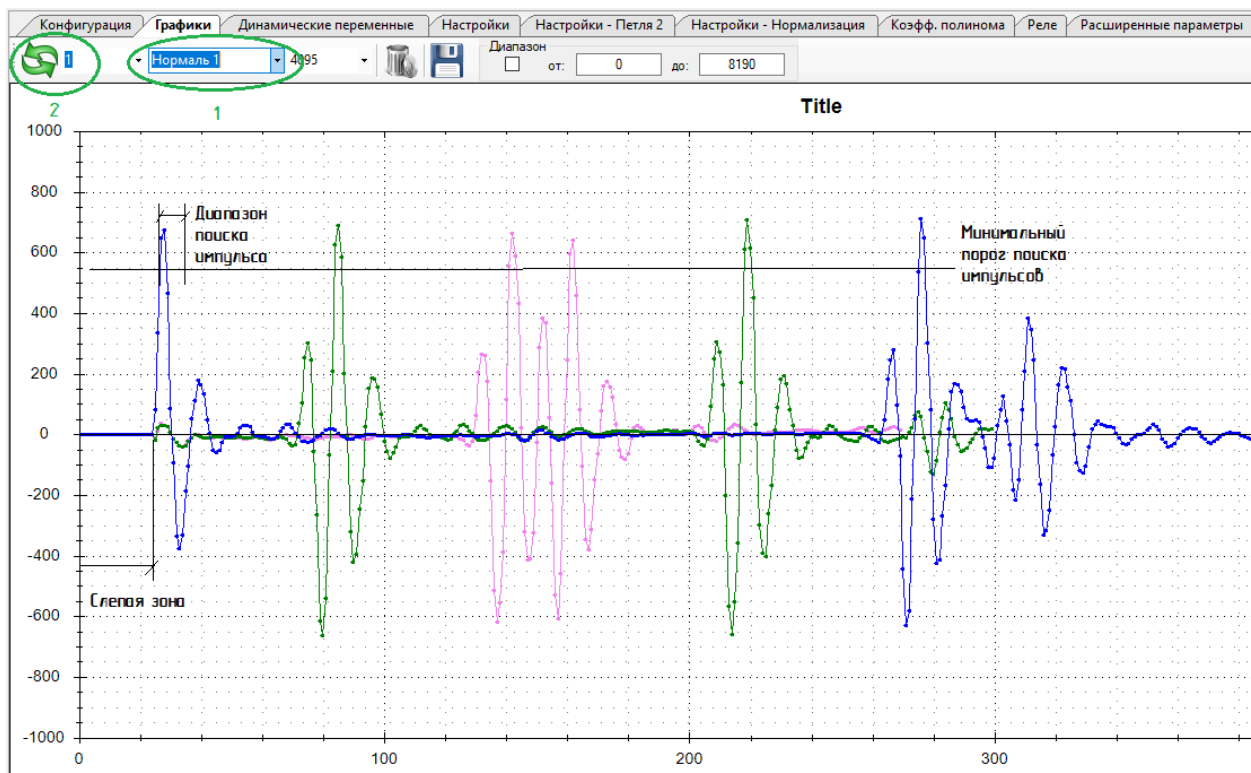

Рисунок 27 - Нормаль трех положений поплавка
1.7.5.6 Считать нормированный сигнал 3 (рисунок 27).